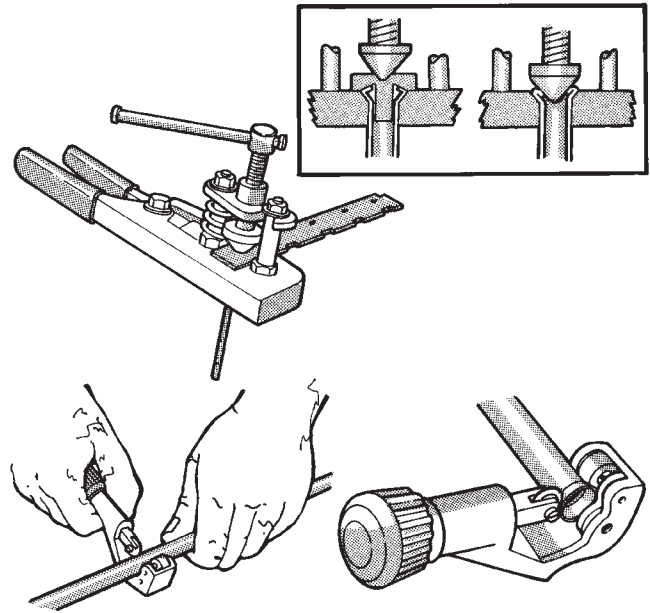

Abb. 18 Werkzeuge zur Herstellung einer Umkehrbördelung
- (1) Beschädigte Leitungssegmente mit einem Rohrschneidewerkzeug abschneiden.
- (2) Um eine korrekte Bördelung zu gewährleisten, Riefen und Grate an den Schneideenden entfernen.
- (3) Eine neue Überwurfmutter auf das Leitungsstück setzen, das instandgesetzt werden soll.
- (4) Leitung in das Bördelwerkzeug einführen. Leitung im Bereich zwischen den vertikalen Streben zentrieren.
- (5) Paßstück über das Ende der Leitung schieben.
- (6) Die Leitung durch die Klemmbacken des Bördelwerkzeugs drücken, bis die Leitung die zurückgesetzte Nut im Paßstück erreicht, die dem Leitungsdurchmesser entspricht.
- (7) Klemmbacken des Bördelwerkzeugs zusammendrücken, um die Leitung zu fixieren.
- (8) Stopfen des Paßstücks in die Leitung einführen. Dann die Kompressionsscheibe über das Paßstück schwingen und die spitz zulaufende Bördelschraube in die Aufnahme in der Kompressionsscheibe einführen (Abb. 18).
- (9) Den Griff des Werkzeugs festziehen bis das Paßstück richtig auf den Klemmbacken des Bördelwerkzeugs sitzt. Dadurch wird die Herstellung einer Umkehrbördelung eingeleitet.
- (10) Das Paßstück herausnehmen und die Umkehrbördelung fertigstellen.
- (11) Bördelwerkzeuge abnehmen und überprüfen, ob die Umkehrbördelung korrekt ausgeführt ist.